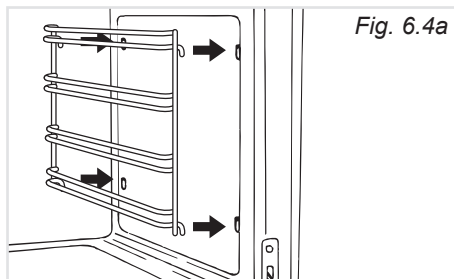

Fig. 6.4a
- Agganciare i telai laterali ai fori delle pareti laterali dell'interno del forno (fig. 6.4a)